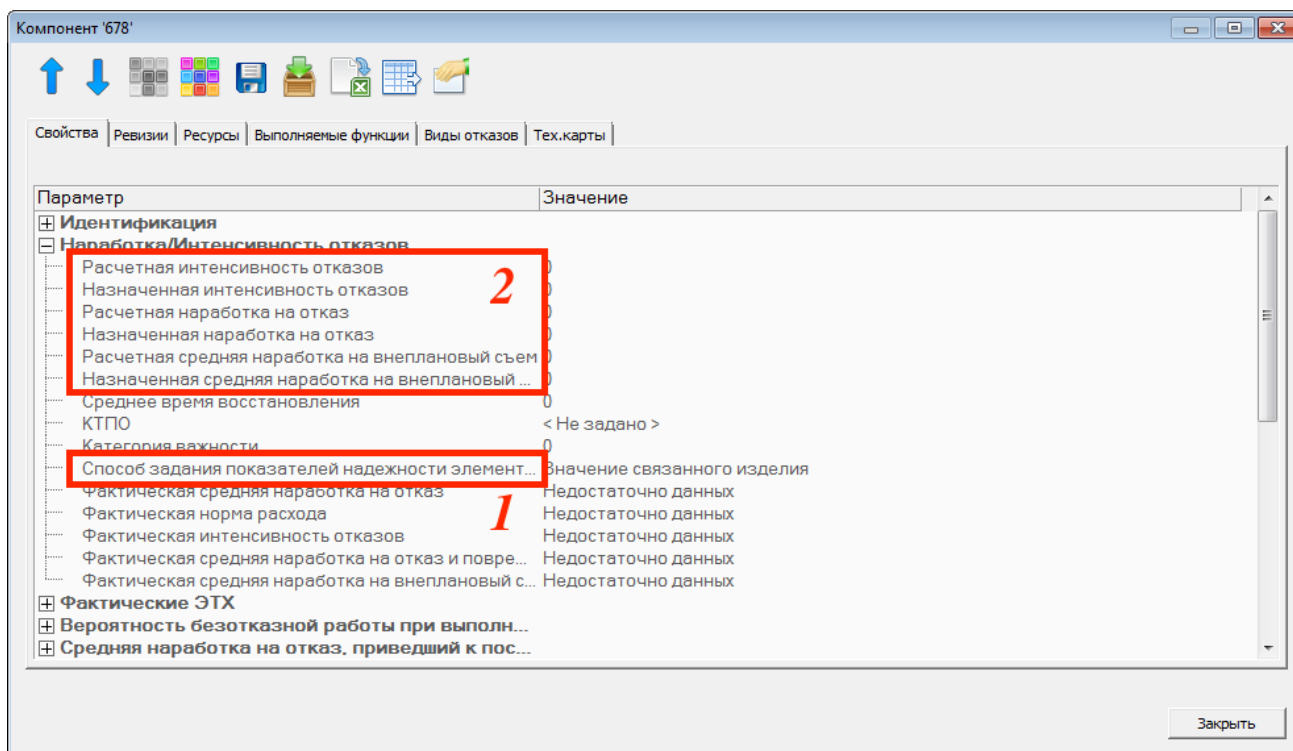

Рис. 10-109 – Задание параметров наработки на отказ для элемента ЛСИ (компонента)
- 1) Настроить отображение соответствующих столбцов в таблице, воспользовавшись кнопкой «Настройка колонок» панели «Вид» (рис. 10-109) или выбрав пункт «Расчет МТBF» в раскрывающемся списке при нажатии кнопки «Показать колонки...».